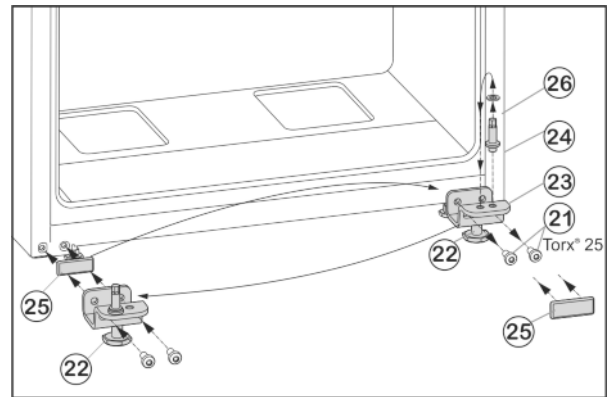

Fig. 7
- ▶ Tekerje le a rögzítőcsavarokat Fig. 7 (21).
- ▶ Vegye le a teljes alsó csapágybakot Fig. 7 (23) a csapszeggel Fig. 7 (24), az alátéttel Fig. 7 (26) és a beállító lábbal Fig. 7 (22).
- ▶ Csavarozza le a teljes csapágybakot Fig. 7 (24) az alátéttel Fig. 7 (26), helyezze át a csapágybak túloldali felvevő furatába, és csavarozza vissza.
- ▶ Óvatosan vegye le a fedőlemezt Fig. 7 (25), és helyezze át az ellenkező oldalra.
- ▶ A teljes alsó csapágybakot Fig. 7 (23) a csapszeggel Fig. 7 (24), az alátéttel Fig. 7 (26) és a beállító lábbal Fig. 7 (22) a csuklópánt új oldalán **erősen (4 Nm-es nyomatékkal)** csavarozza vissza, adott esetben egy akkus csavarhúzó használatával.
- ▶ Az alsó ajtót felülről helyezze a csapszegre Fig. 7 (24).
- ▶ A középső csapágybakot (13) 180°-kal elfordítva csavarozza be az alsó ajtóba rögzítőcsavarokkal (11) (2 db Torx® 25) **erősen (4 Nm-es nyomatékkal)** az új csuklópánt oldalára.
- ▶ Helyezze vissza a műanyag alátéteket (10).
- ▶ Tekerje ki az állítólabát *Fig. 7 (22)* az alsó csapágybakból *Fig. 7 (23)*, míg hozzá nem ér a talajhoz.